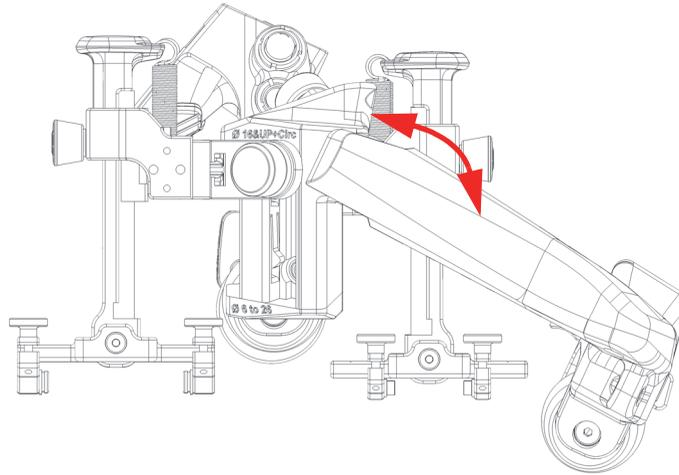

Figura 2-4 Regolazione della struttura circolare in posizione ruotata per tubazioni con diametro pari o inferiore a 406,4 mm (16 in.)
Quando sono sufficientemente svitate le manopole escono dalle loro sedi filettate, rimanendo collegate allo scanner (Figura 2-4 a pagina 43).
2. Ruotare la struttura verso l'alto fino alla posizione desiderata, assicurandosi che non superi il limite massimo in cui le manopole possono essere riposizionate (Figura 2-4 a pagina 43).